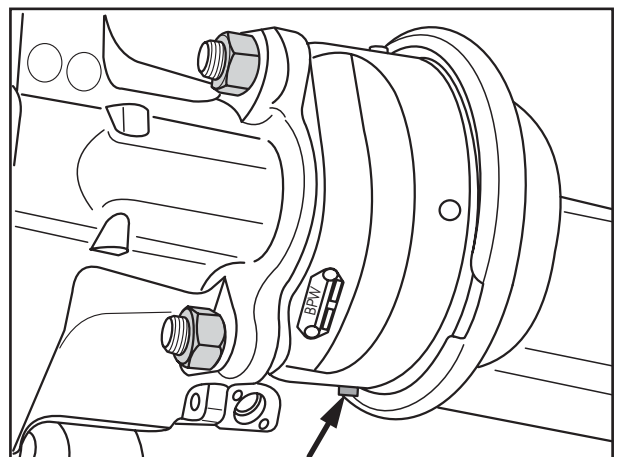

Fig. 3
- [5] Stopfen (Fig. 3/Pfeil) für die Entlüftung an der nach unten gerichteten Bohrung des neuen Bremszylinders entfernen.
- [5] Remove the vent plug (Fig. 3/arrow) at the downwards-pointing hole in the new brake cylinder.